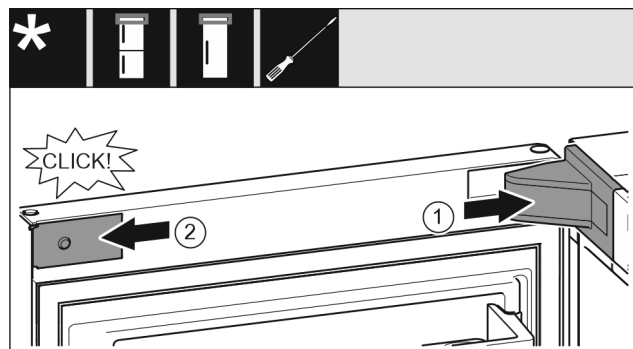

Fig. 22
- ▶ Nasadte a zaklapněte kryt stojanu ložiska Fig. 22 (1), příp. opatrně přitlačte od sebe.
- ▶ Z boku nasadte zásepku Fig. 22 (2) a zaklapněte.